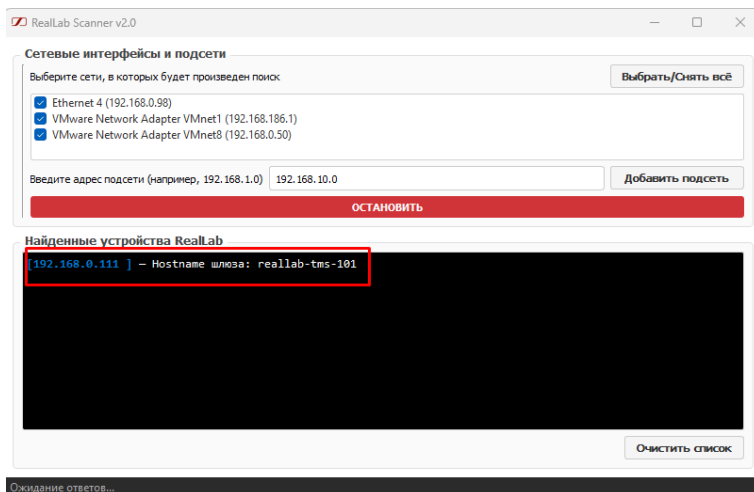

Рис. 5.6. Общий вид найденных устройств в окне результатов
5. Нажмите кнопку «Начать сканирование». Найденные устройства отобразятся в окне результатов (см. рис. 5.6).